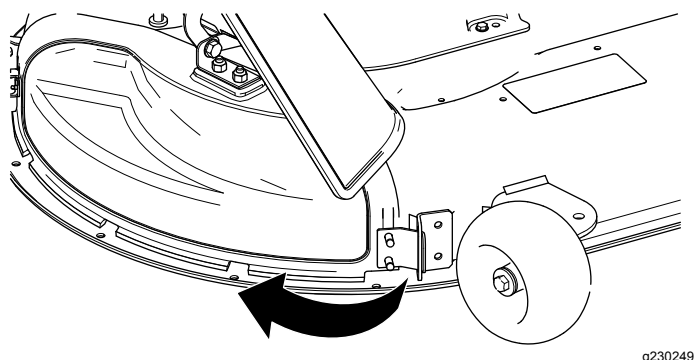

Figura 14
4. Fate ruotare il coperchio dello scarico verso il piatto di taglio, in modo tale che si allinei con il piatto stesso (Figura 14).